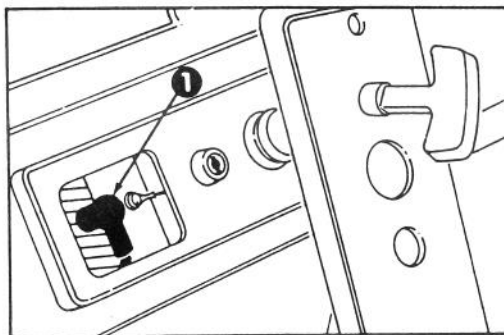

Fig. 16
2. RIMUOVETE LA CANDELA (Fig. 16) — Staccate il cavo ad alta tensione dalla candela e togliete la candela. Esaminatela e sostituirla se è incrinata, incrostata o sporca. NON PULITE LA CANDELA CON